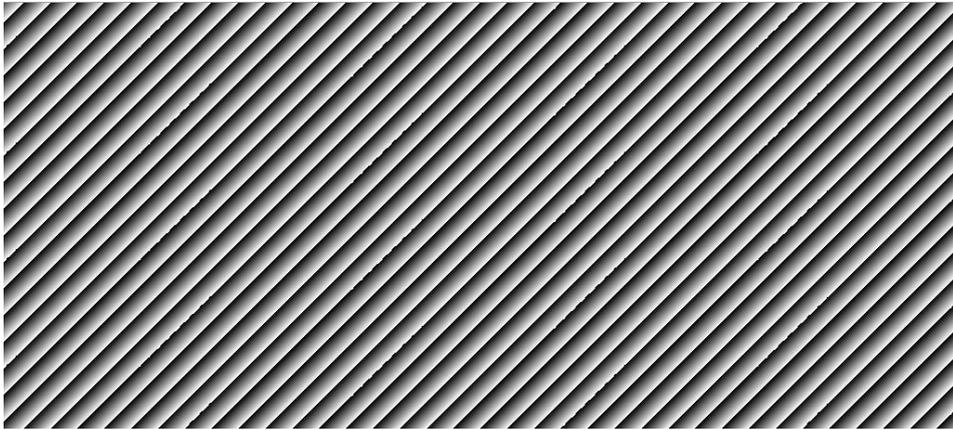

图 4-10 水平灰度倾角渐变测试图样
- 1) 双击运行“UpdateTool”工具，界面如图 4-10 所示；